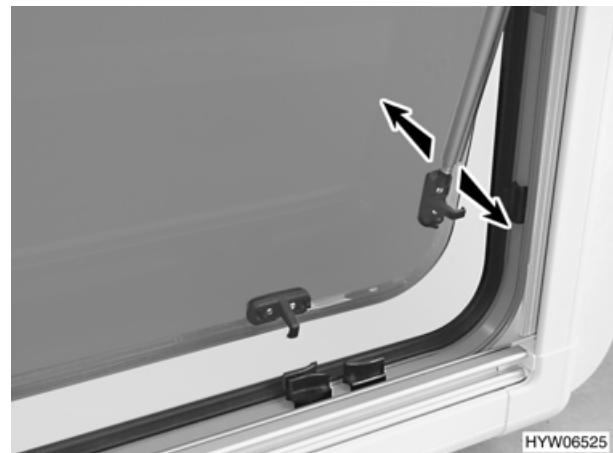

Fig. 34 Finestra apribile, guida telescopica
- Aprire la finestra apribile fino al punto di arresto desiderato. La guida telescopica (Fig. 34) si innesta automaticamente in posizione.